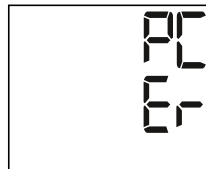

Fig. 2
- Si la transferencia de datos no se ha realizado de forma correcta, en la pantalla del tensiómetro se muestra un mensaje de error como el de la fig. 2.